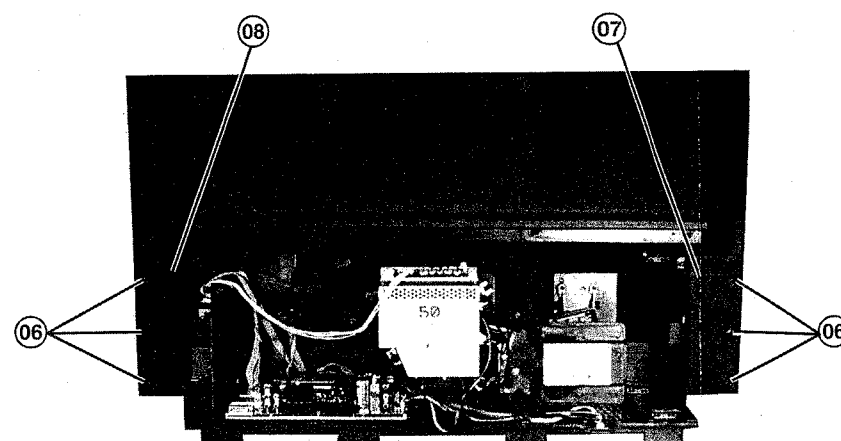

Fig. 6
- b - Schrauben **(06)** lösen (Abb. 6)
- c - Blenden **(07)** und **(08)** entfernen (Abb. 6)
- b - Svitare **(06)** (fig. 6)
- c - Rimuovere **(07)** e **(08)** (fig. 6)
- b - Desatornillar **(06)** (fig. 6)
- c - Retirar **(07)** y **(08)** (fig. 6)